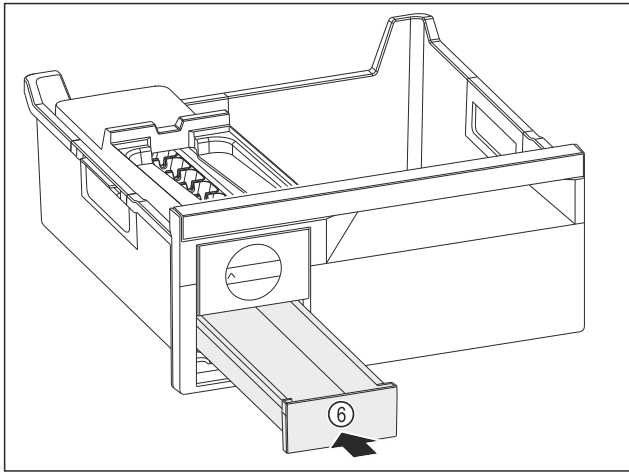

Fig. 146
- ▶ Встановіть форму для льоду Fig. 146 (6).